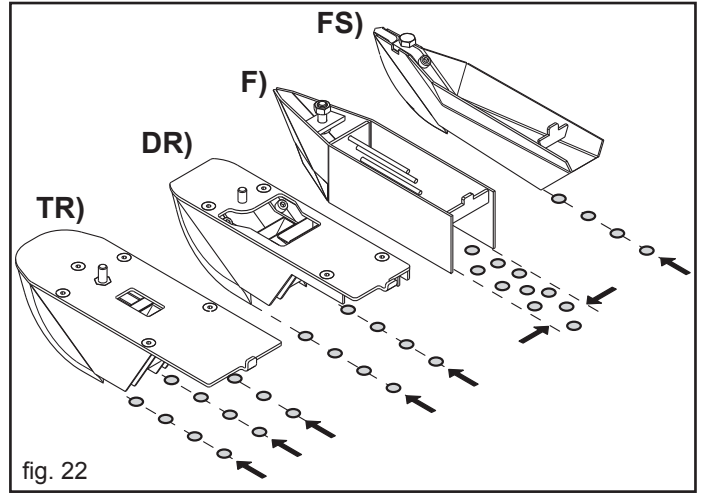

fig. 22
Die Wahl wird durch die Anordnung des Samens bestimmt (Abb. 22):
Bei der Aussaat mit der Säschar DR (Abb. 22) werden zwei Mikroabstreifer benützt.
**Anmerkung: Wenn die Konfiguration mit drei Reihen verwendet wird (TR, Abb. 22), sind die Mikroschalter auszuschalten.**